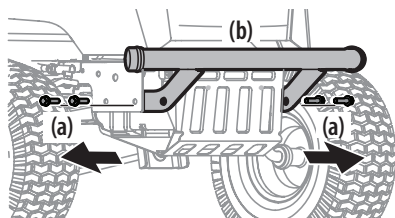

Figure 56
- Retirez les quatre vis hexagonales (a) qui maintiennent le pare-chocs avant en place. Voir Figure 56.